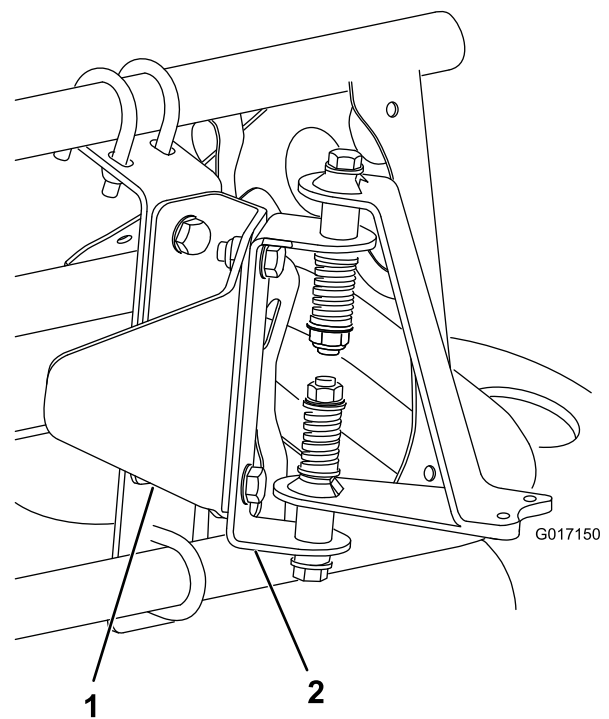
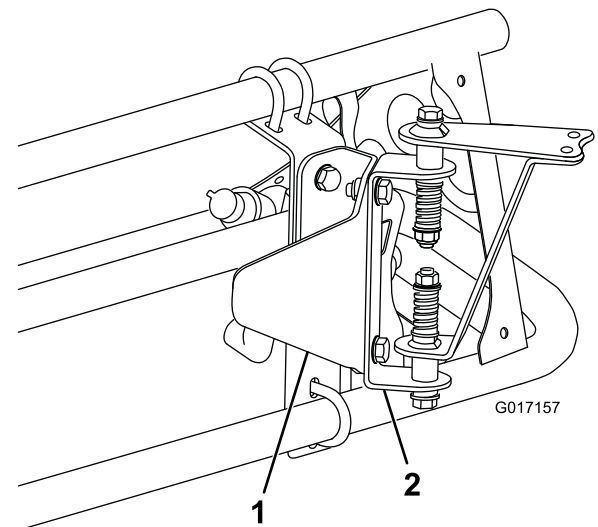

図 11
図 12
3. センサーガードブラケットにセンサー取り付け金具を取り付ける；ボルト（5/16 x 3/4 インチ）（2本）とロックナット（5/16 インチ）（2個）を使用する（カバー付きブームの場合は 図 11、カバー無しブームの場合は 図 12 を参照）。